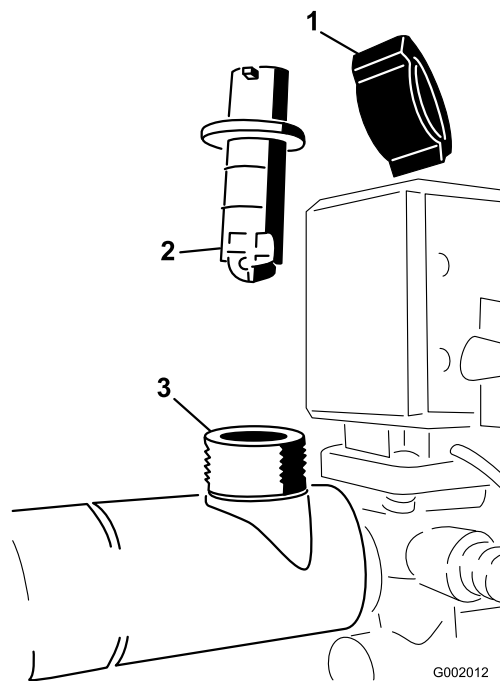

Bild 76
2. Nehmen Sie den Befestigungsdeckel vom Gehäuse des Durchflussmessers ab (Bild 76).